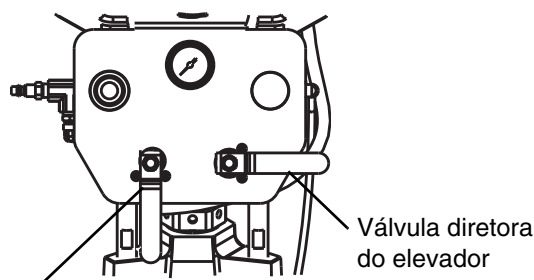

FIG. 7: Painel de controlo do ar L20c
3. **Para comandos pneumáticos L20c:** Consulte FIG. 7.